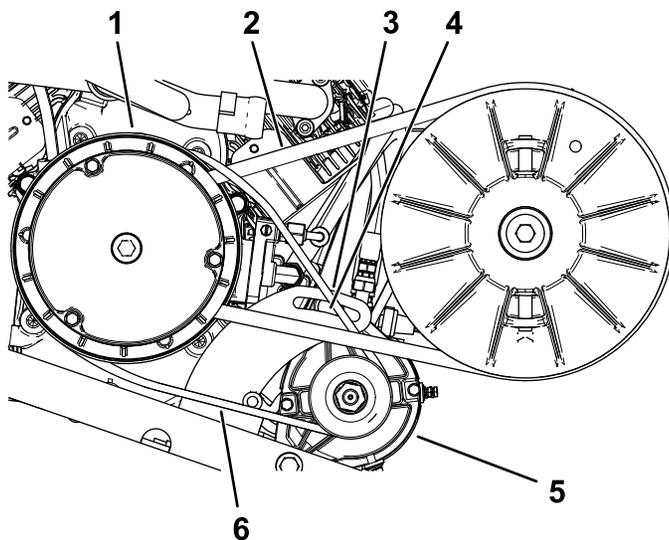

図 70
2. スタータジェネレータのピボットナットをゆるめる 図 70。
4. ボールを下に押ししてスタータを下げる。ベルトを $44.5 \text{ N}\cdot\text{m} / 4.5 \text{ kg}\cdot\text{m} = 10 \text{ ft}\cdot\text{lb}$ の力で押した時のたわみが 6 mm になるようにスタータの位置を調整する 図 70。
5. ピボットナットを手締めし、ボールを取り外す 図 70。